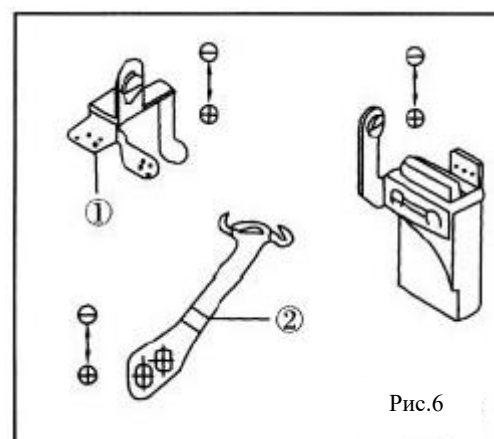

Рис.6
2. Регулировка натяжения игольной нити. Рис.6.